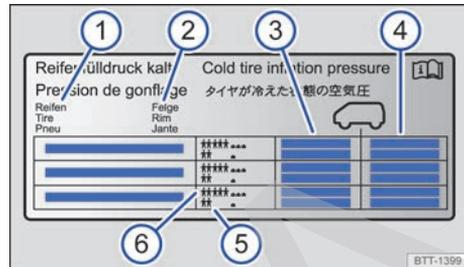

Fig. 155 Datos en el adhesivo de la presión de inflado de los neumáticos.
Datos que figuran en el adhesivo de la presión de inflado de los neumáticos → fig. 155:
En función del vehículo, el adhesivo de la presión de inflado de los neumáticos puede incluir una presión de inflado de confort → **fig. 155** **③**. La presión de inflado de confort permite aumentar el confort de marcha. Cuando se circula con la presión de inflado de confort, puede que se incremente el consumo de combustible.